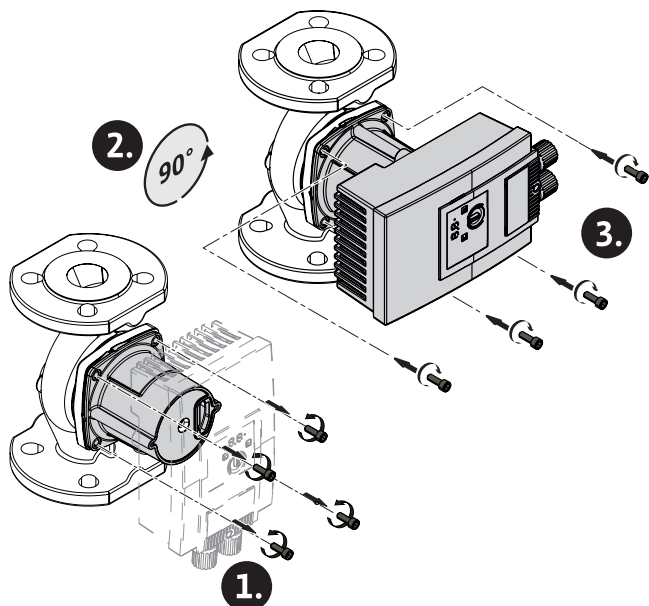

Fig. 5: Moottorin suoristus
2. Löysää moottorin päätä ja käännä sitä varovasti → Fig. 5.